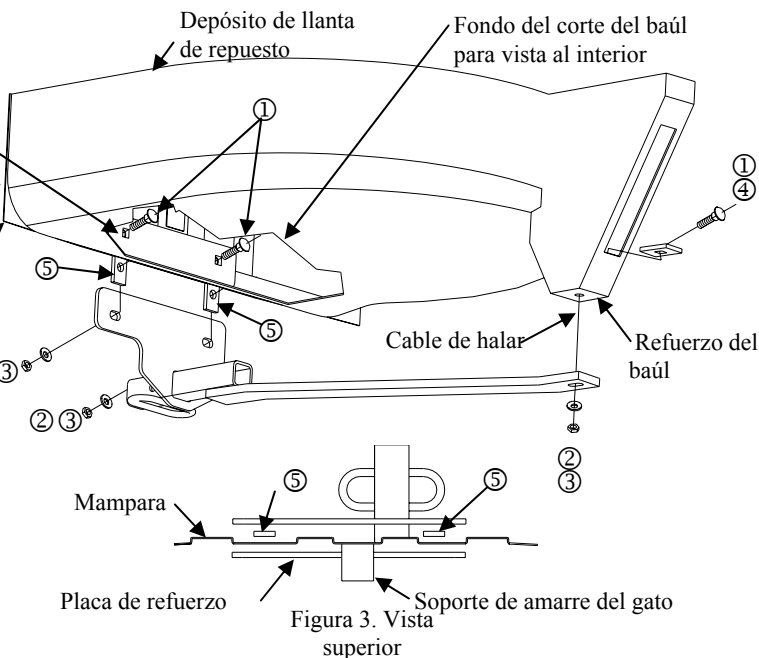

Figura 3. Vista superior
- 6 Inserte los pernos de carruaje a través del soporte y placa de repuesto y coloque dos (2) espaciadores (pieza 5) en los pernos de carruaje desde el lado opuesto de la mampara.
- 7 Levante el enganche a su posición en los dos pernos de carruaje, colocando el espaciador entre la mampara y el enganche. Ver Figura 3. Sin apretar instale la arandela cónica y las tuercas hexagonales (pieza 2 & 3).